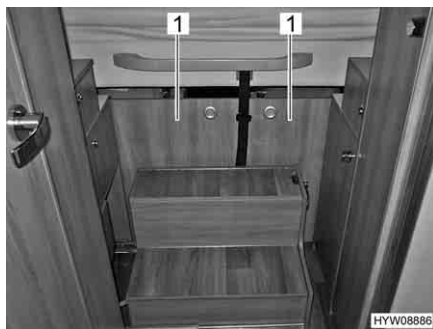

Fig. 91 Porte scorrevoli sotto al letto basculante
- In caso di necessità, chiudere le porte scorrevoli (Fig. 91,1). Le porte scorrevoli proteggono dal freddo e dalle correnti d'aria.
- Nel caso in cui le porte scorrevoli (Fig. 91,1) siano chiuse: Aprire le porte scorrevoli.